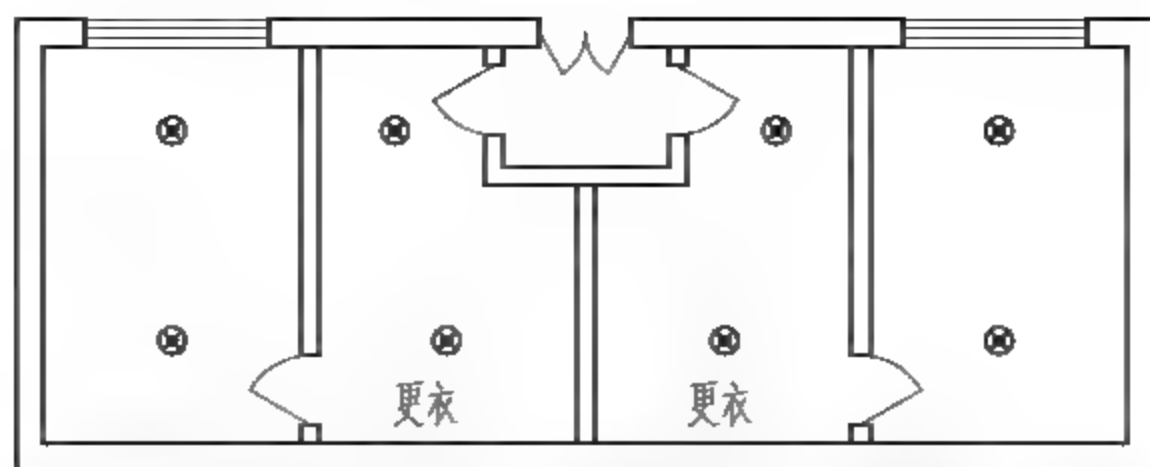

图7-91 插入电器元件1
(3) 单击【确定】按钮, 指定插入点, 插入块的效果如图7-91所示。